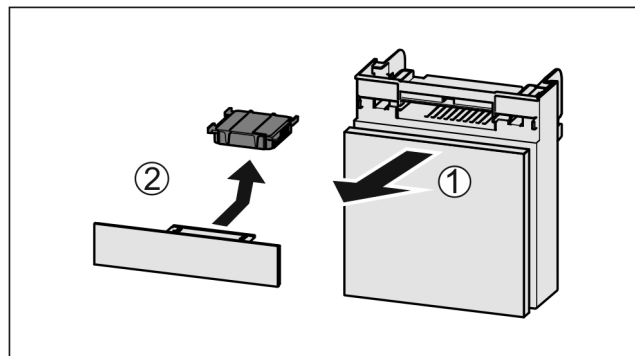

Fig. 39
- Издърпайте Fig. 39 (1) напред от отделениято.
- Извадете Fig. 39 (2) филтъра с активен въглен.